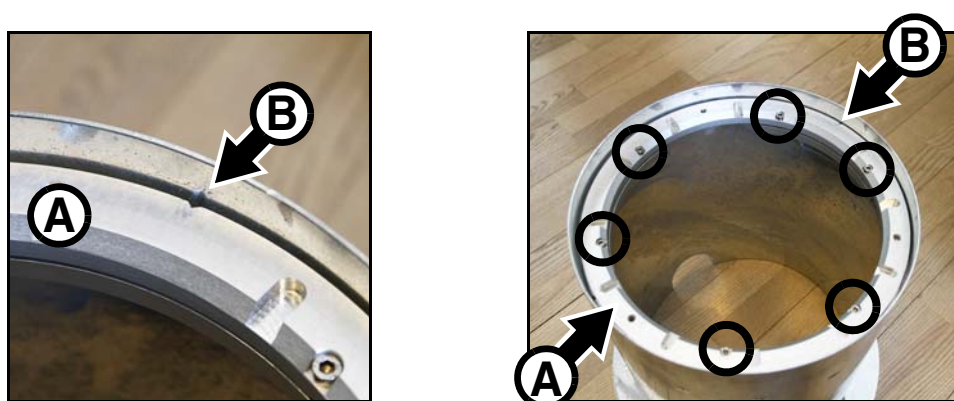

Bild 7: Markierung am Montagering
6. Siehe Bild 7. An der Oberseite des Bodentanks befindet sich ein Montagering **A** mit Markierung **B** am Montagerring und am Bodentank. Lösen Sie die sechs markierten Schrauben und drehen Sie den Montagerring, um die Markierung auszurichten. Wenn ein Scheinwerfer mit gerichtetem Lichtstrahl oder asymmetrischer Lichtverteilung in den Bodentank eingesetzt wird, drehen Sie den Montagerring **A**, bis die Markierung **B**: